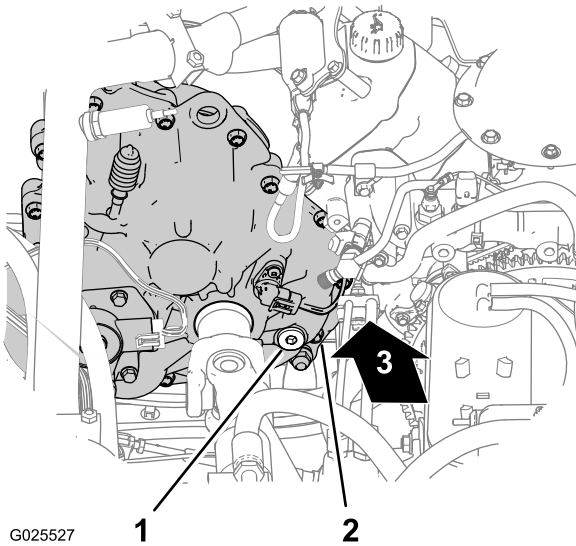
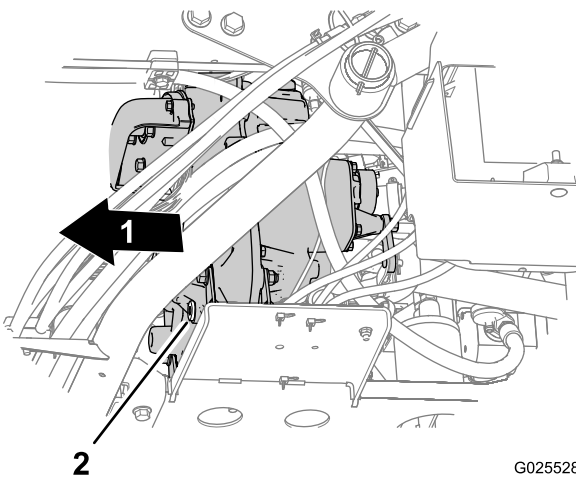

Figura 58
Figura 59
2. Localize o tampão de enchimento na área interior traseira da estrutura da transmissão e localize o tampão de escoamento no lado exterior dianteiro da transmissão (Figura 58 e Figura 59).
3. Retire o tampão de enchimento do orifício de enchimento rodando o tampão no sentido contrário ao dos ponteiros do relógio e retirando-o da transmissão (Figura 58).
4. Alinhe um recipiente de escoamento com o tampão de escoamento (Figura 59).
5. Retire o tampão de escoamento do orifício de escoamento rodando o tampão no sentido contrário ao dos ponteiros do relógio e retirando-o da transmissão (Figura 59).
6. Monte o tampão de escoamento (Figura 59).
7. Adicione 700 ml de fluido da transmissão Dexron VI através do orifício de enchimento (Figura 58).
8. Volte a colocar o bujão de enchimento (Figura 58).